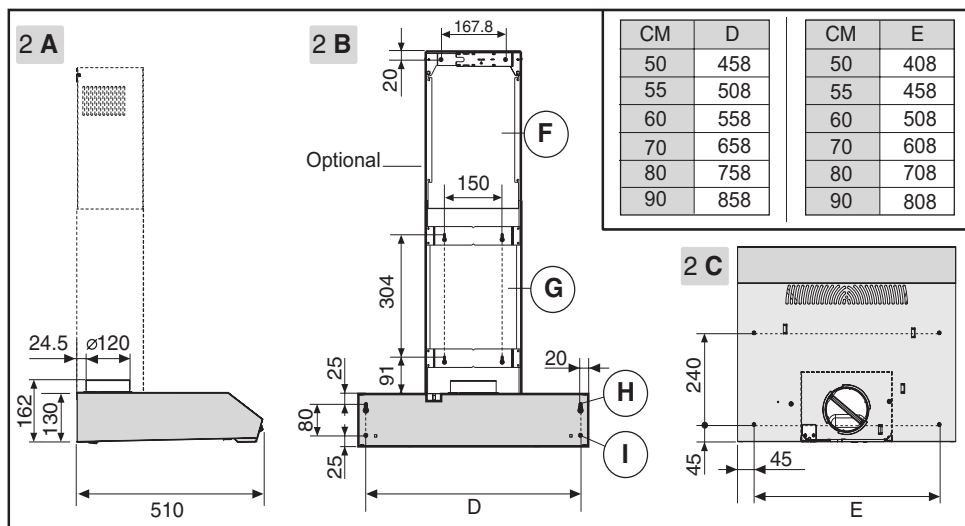

Fig.2
1. Fixation de la hotte sous un meuble haut (Fig. 2)
- Percez 4 trous sur le meuble haut suivant les indications des figures 2 A-2 C.
2. Fixation murale de la hotte (fig. 2).
- Percez 4 trous suivant les indications des figures 2 A-2 B.
- Réglez la largeur de l'étrier de support de la cheminée supérieure (fig. 3). Ensuite fixez-la au mur, en position axiale par rapport à votre hotte, à l'aide des vis A (fig. 3) et en respectant la distance à partir du plafond indiquée (fig. 2 B). Reliez le tuyau flexible (non fourni) à la bride D (fig. 1A).